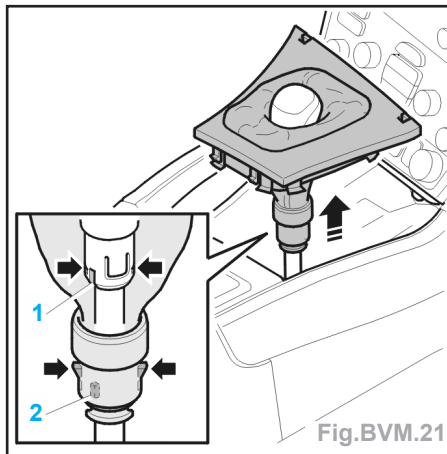

Fig.BVM.21
- Tirer le support et le pommeau du levier sélecteur de vitesse vers le haut (Fig.BVM.21).